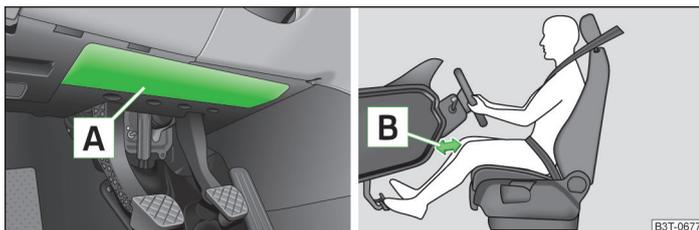

Abb. 151 Fahrer-Knieairbag unter der Lenksäule
Der Fahrer-Knieairbag **A** ist im unteren Teil der Schalttafel unter der Lenksäule untergebracht » Abb. 151.
- Den Fahrersitz in Längsrichtung so einstellen, dass der Abstand der Beine **B** zur Schalttafel im Bereich des Knieairbags mindestens 10 cm beträgt » Abb. 151. Falls es aus Gründen der Körpergröße nicht möglich sein sollte, diese Bedingung zu erfüllen, dann ist ein Fachbetrieb aufzusuchen.